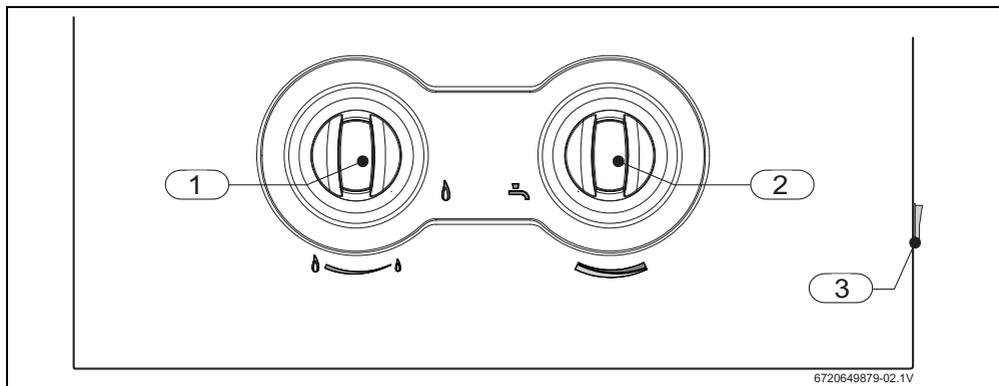

Fig. 4
- ▶ Coloque el interruptor principal (→Fig. 4, [3]) en posición de funcionamiento.